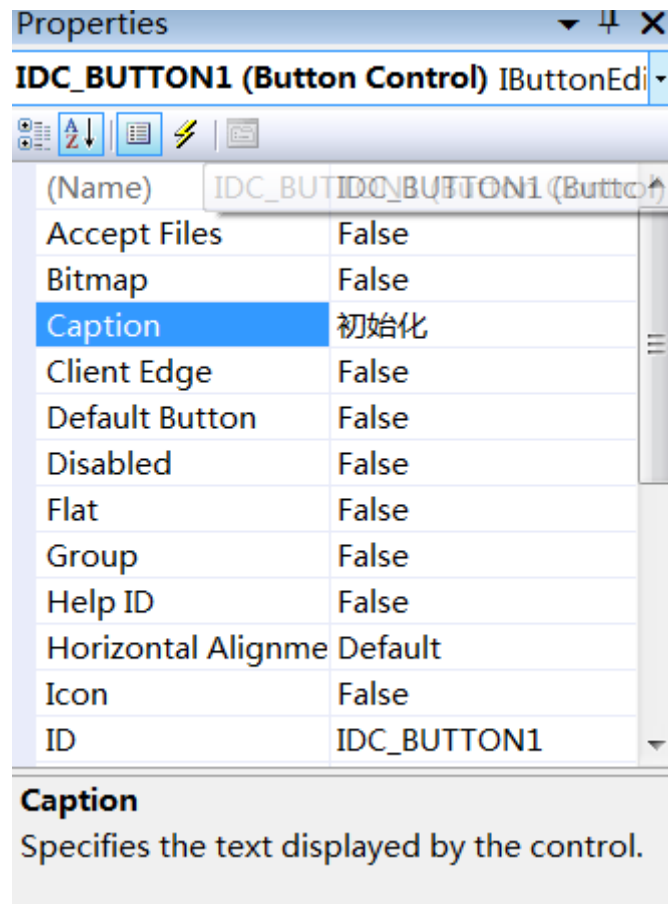

图 23
10、然后选中 button1，在右下角的属性窗口中，选择 text 属性，将其改为“初始化”，如图 23